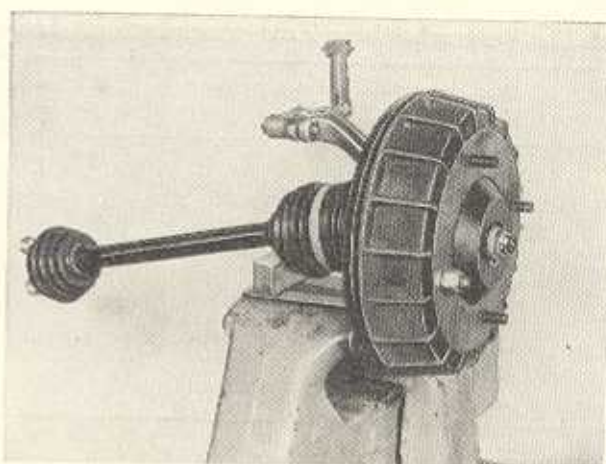

Bild F 35. Vorderradantrieb im Schraubstock mit Weichmetallbacken eingespannt
1. Vorderradantrieb im Schraubstock mit Weichmetallbacken einspannen (Bild F 35). Bremsstrommel abheben (Bremsstrommel ist nur aufgesteckt, eventuell mit Hammerstiel losschlagen) (s. Bild F 71).